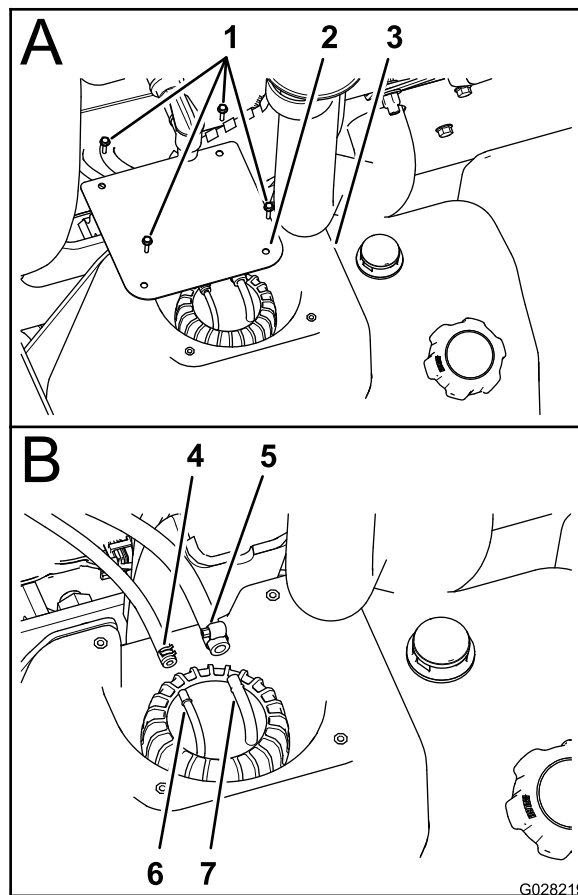

図 57
2. 燃料タンク部分で、カバーを燃料タンクに固定しているねじ#10 x $\frac{3}{4}$ "4本を外して、カバーを取り外す 図 57。
3. スタンドパイプアセンブリ上部のホースフィッティング2個に燃料ホース2本を固定しているクランプをゆるめる 図 57。
4. ホースフィッティングから2本のホースを外し、ホース内部にある燃料を適切な容器に受ける 図 57。